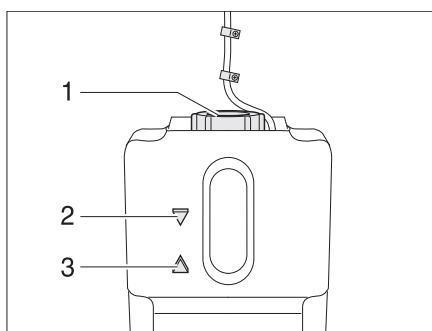

Fig. 172 Recipiente de compensación calefacción de agua caliente
- Comprobar si el líquido en el recipiente de compensación (Fig. 172) está entre la marca "MIN" (Fig. 172,3) y "MAX" (Fig. 172,2).
- Abrir la tapa giratoria (Fig. 172,1) del recipiente de compensación.